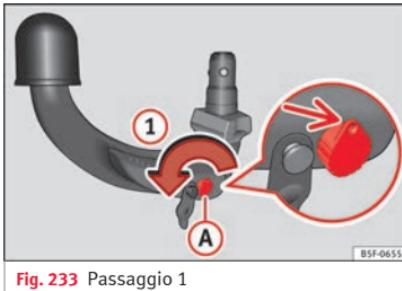

Fig. 233 Passaggio 1
- Girare la chiave nel senso della freccia ① finché la parte bucata raggiunge la sua posizione superiore »» fig. 233 (freccia).